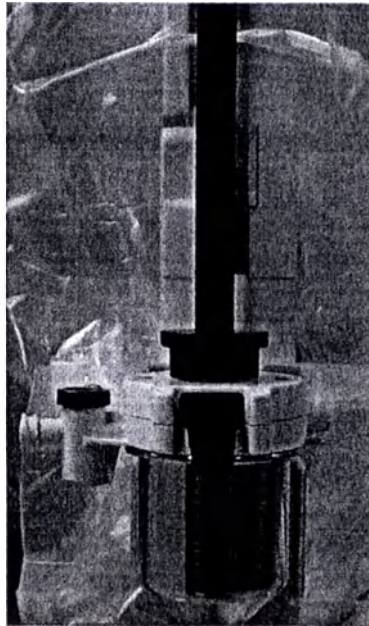

Рисунок 16
6. Перед извлечением инструмента продвиньте интродьюсер по ручке инструмента вниз через уплотнение канюли (Рисунок 16).